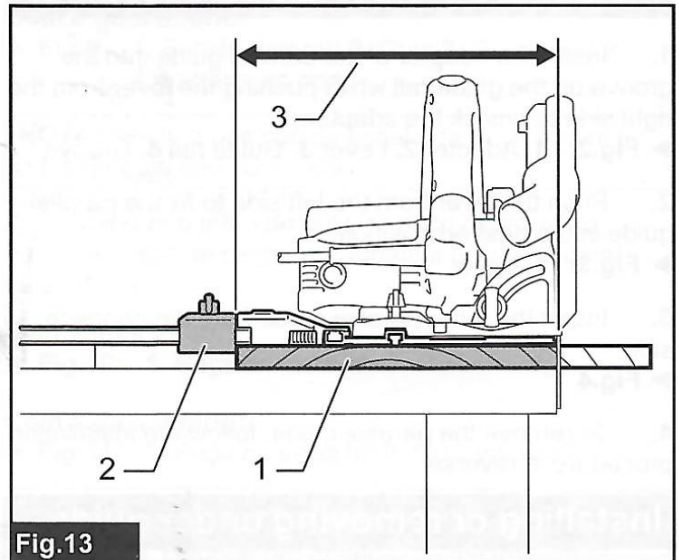

Fig. 13
► **Abb.13:** 1. Werkstück 2. Führung 3. Schnittbreite